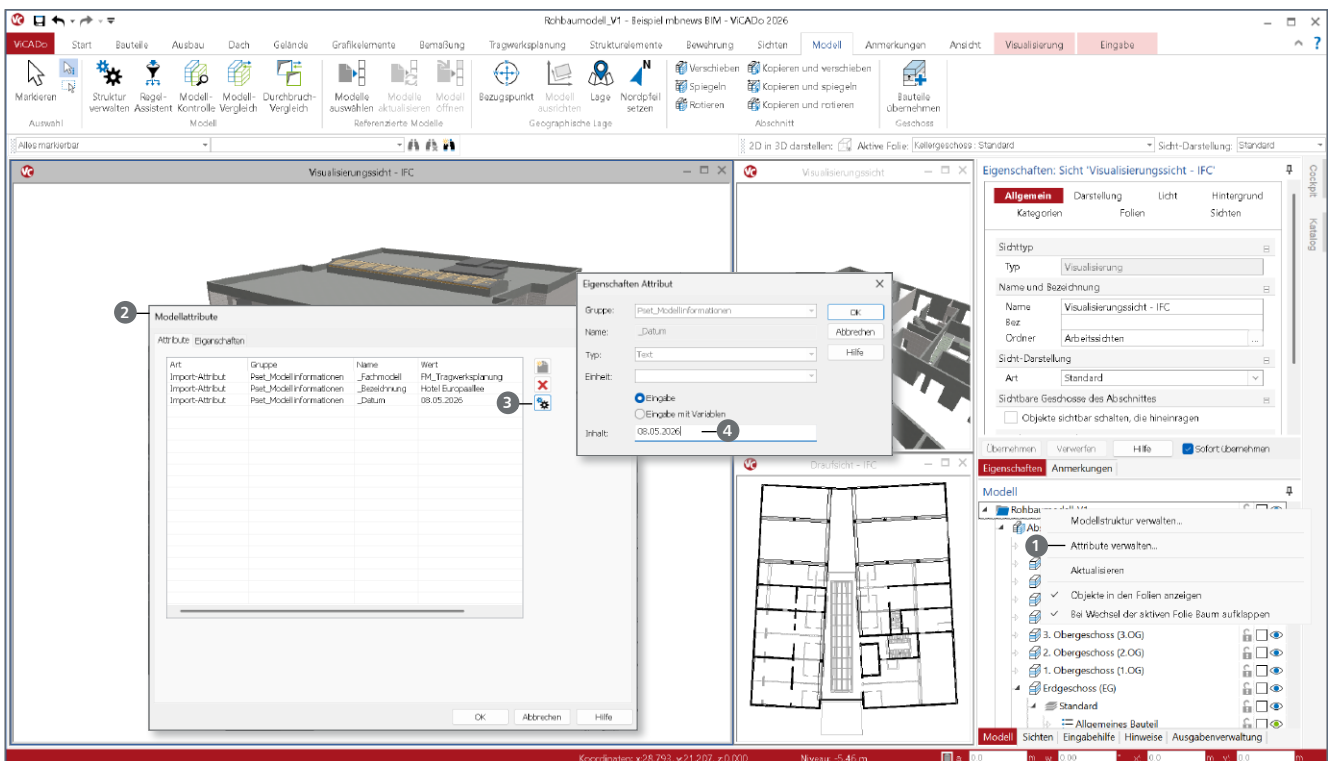

Bild 12. ViCADO Fachmodell Tragwerksplanung
Die Modellvariablen lassen sich über einen Rechtsklick auf Modellebene im Fenster „Modell“ und das zugehörige Kontextmenü bearbeiten ① (Bild 12). Im Eingabefenster „Modellattribute“ ② werden nun alle vorhandenen Modellattribute angezeigt. Hier können Attribute erstellt, bearbeitet und gelöscht werden. Durch Klicken auf das Eigenschaften-Symbol ③ werden die Eigenschaften des gewählten Attributes geöffnet. Hier wird der Wert im Textfeld „Inhalt“ ④ eingetragen. Die Belegung der Modellvariablen erfolgt gemäß den Vorgaben des BAP.